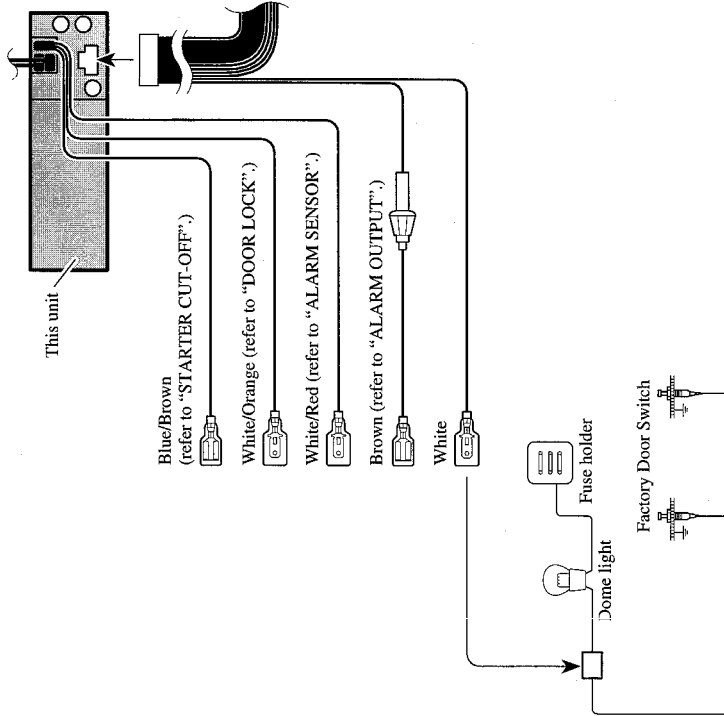

Fig. 31
- White (DOOR SWITCH)** (Fig. 31 & 32)